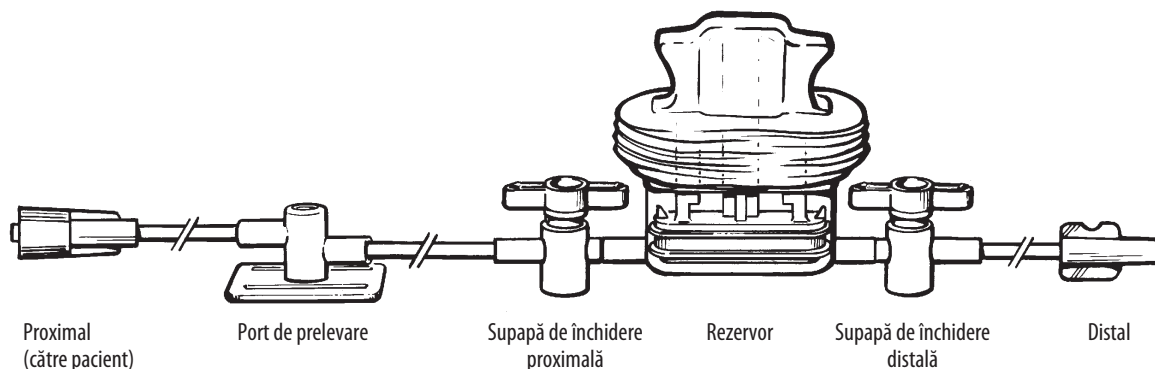

Figura 1
5. Folosind conectorul Luer Lock tată, conectați ferm capătul proximal al trusei la cateterul preumplut (Figura 1).